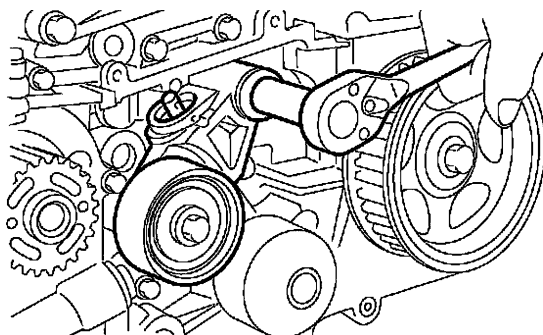

图 27-40 拆卸正时带自动张紧器张紧度调节器总成
② 按照图 27-40 所示，拆卸正时带自动张紧器张紧度调节器总成。